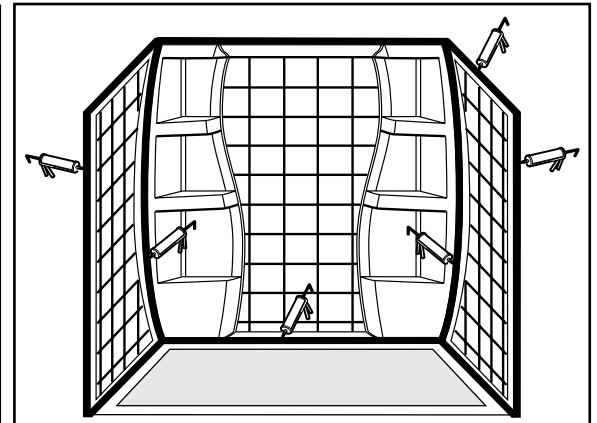

Figure 6
- 8** Une fois la céramique installée, appliquez un cordon de calfeutrage de finition sur tous les rebords et tous les joints (fig. 6). Suivez les recommandations du fabricant du calfeutrage pour le temps de repos.